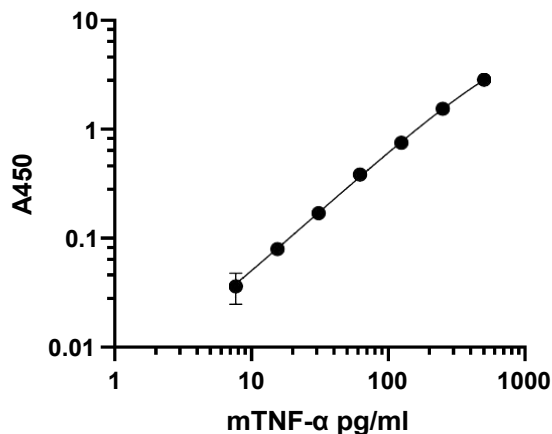

图7. 典型小鼠TNF- α ELISA的标准曲线
- 典型的标准曲线如图7所示。因操作条件的不同, 每次进行实验时, 应当重新绘制标准曲线。确保结果准确。